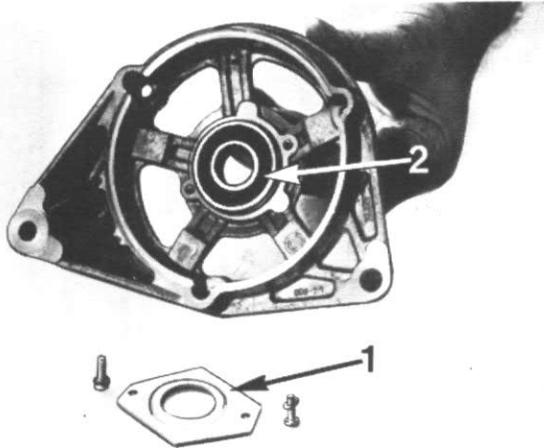

Figure 24
Déposez la plaque de retenue (1) et le roulement à billes (2), fig. 24.